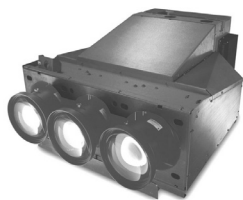
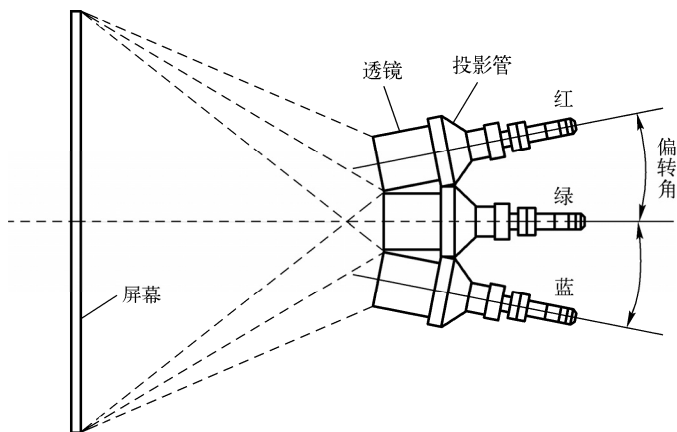

图 6-1 CRT 投影机
图 6-2 CRT 投影机工作原理
(1) CRT 投影技术。这种投影机可把输入信号源分解到 R（红）、G（绿）、B（蓝）三个 CRT 管的荧光屏上，在高压作用下，经光学系统放大、会聚，在大屏幕上显示出彩色图像。光学系统与 CRT 管组成投影管，通常所说的三枪投影机就是由三个投影管组成的投影机，由于使用内光源，也叫主动式投影机。图 6-1 是一台典型的 CRT 投影机。图 6-2 为 CRT 投影机的工作原理。